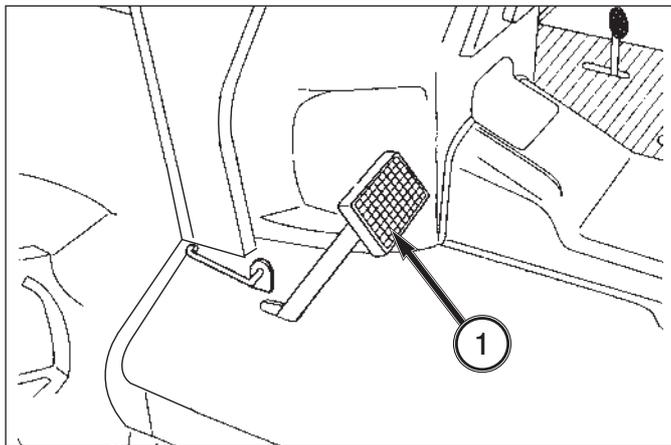

FIG. 4-13
**FIG. 4-13:** La pédale (1) débraye la transmission quand elle est complètement enfoncée, ce qui permet de démarrer le moteur, de changer les rapports et d'arrêter le déplacement du tracteur. Pour embrayer la traction intégrale, il faut aussi enfoncer la pédale d'embrayage. Relâchez lentement la pédale pour embrayer et démarrer le tracteur dans le rapport choisi.